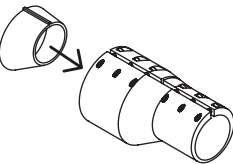

Figure 1
2. Placez l'**insert du coupleur** dans le **coupleur**. Alignez la languette de repérage de l'insert dans la fente du coupleur. **Voir figure 1**